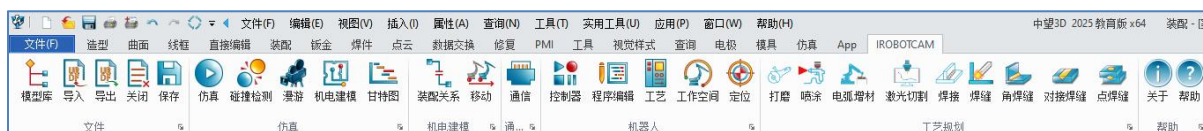

图 13-4: 机电建模按钮
- 在"IROBOTCAM"选项卡中, 点击"机电建模"按钮。(图 13-4)